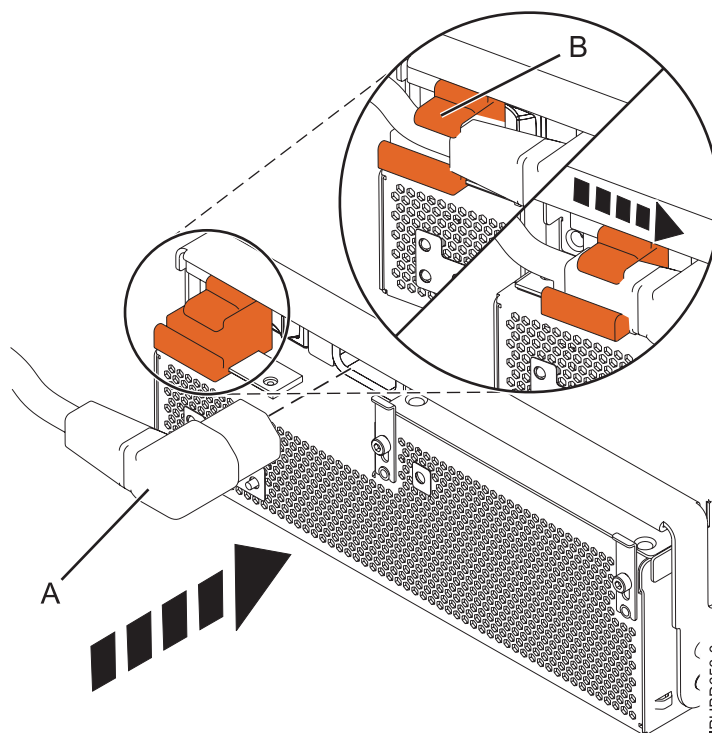

Figura 25. Conectar el cable de alimentación a la parte frontal de una unidad de expansión
7. Cierre el asa de bloqueo (A) hasta que la fuente de alimentación quede bloqueada en su posición.
8. Vuelva a conectar el cable de alimentación (A) en la parte frontal de la fuente de alimentación y, a continuación, deslice la abrazadera de retención de cable (B) hasta la posición de cerrado para fijar el cable como se muestra en la Figura 25. Al mover la abrazadera hasta la posición de cerrado, se enciende la fuente de alimentación.